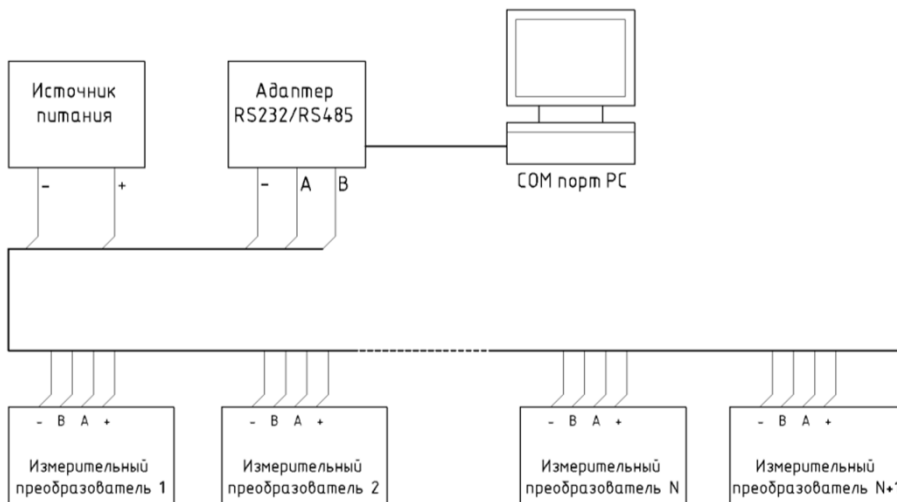

Рис.5. Схема подключения преобразователей.
7.1. Подключение преобразователя к измерительной системе осуществляется по четырем проводам - по одной паре подается напряжение питания (цепи - и +), по другой происходит обмен по интерфейсу RS-485. Преобразователи подключаются к четырехжильному кабелю параллельно, как показано на рис.5. Питание и считывание показаний из преобразователя возможно контроллером ИВА-128 или ПК через преобразователь интерфейса ПИ-1С, либо другими контроллерами Modbus RTU, имеющими интерфейс RS-485 (кроме дифференциальной пары А-В обязательно наличие общей линии GND).